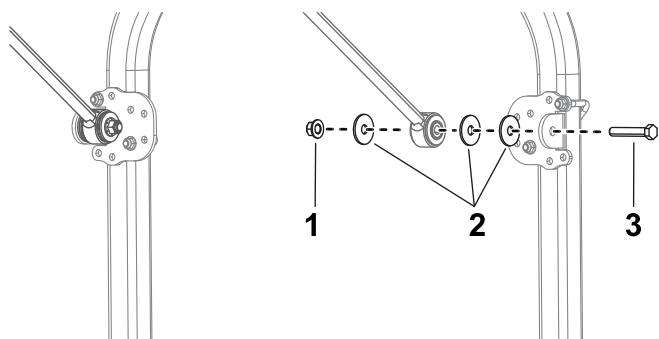

Figure 13
13. De chaque côté de la machine, fixez légèrement un support à chaque renfort à l'aide d'un boulon (1/2" x 2 3/4"), de 3 grandes rondelles et d'un écrou à embase (1/2"), comme montré à la Figure 13.